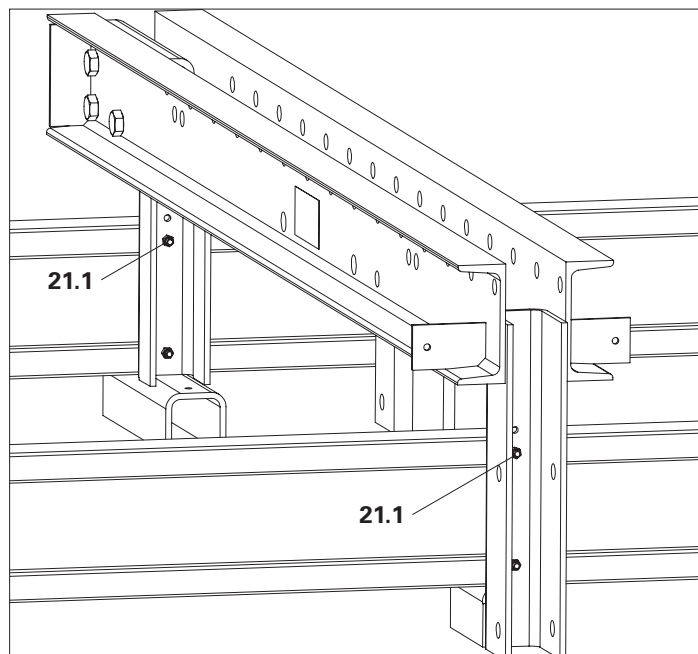

Fig. B2.03
- Quando si utilizza VT 20: avvitare la corda superiore nella traversa attraverso il foro inferiore (**21.1**). (Fig. B2.03)